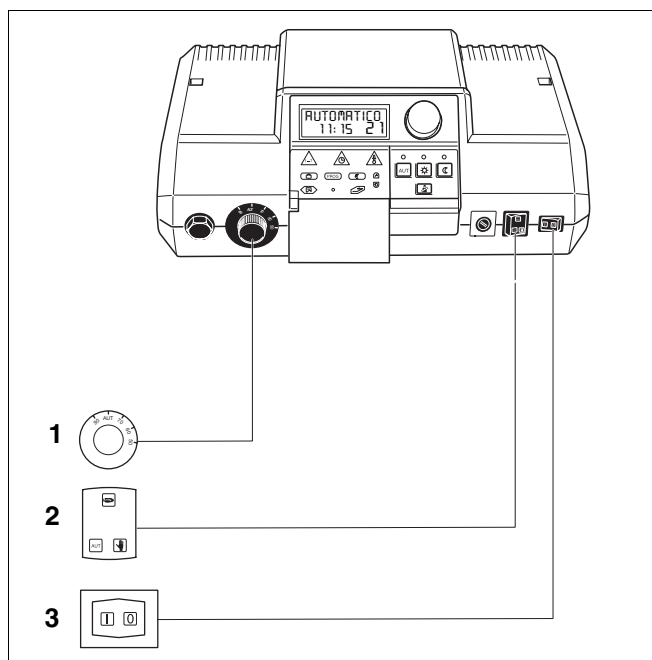

Fig. 17 Verificare le impostazioni degli elementi di comando
- Regolatore della temperatura dell'acqua di caldaia (fig. 17, **pos. 1**)
- Interruttore per funzionamento di emergenza, riscaldamento e acqua calda (fig. 17, **pos. 2**).
- Spostare l'interruttore di esercizio in posizione **I** (fig. 17, **pos. 3**).